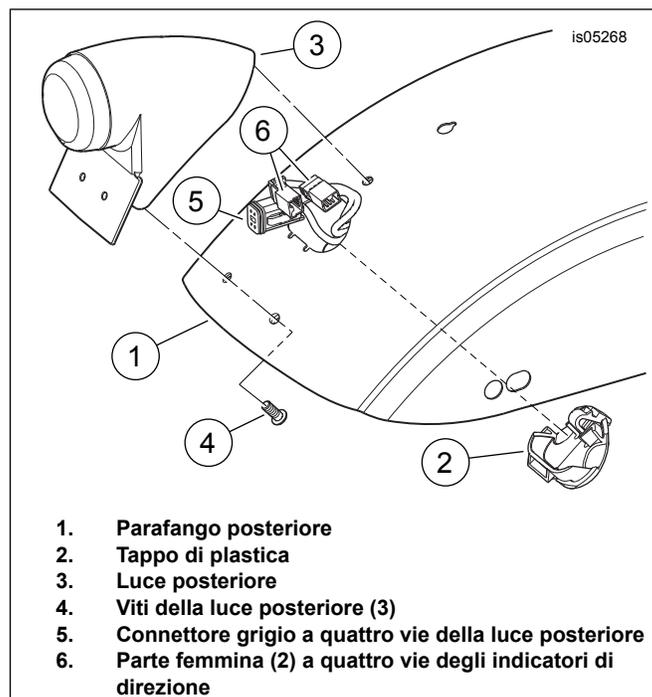

Figura 1. Collegamenti delle luci posteriori
4. **Per i modelli 2009-2012:** Vedere Figura 1. Rimuovere il tappo di plastica (2) dal foro di accesso della luce posteriore al di sotto del parafrangente posteriore (1).